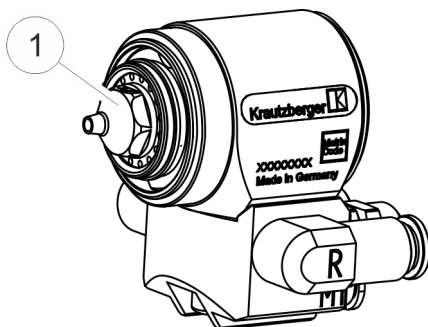

Fig. 18: Rimozione dell'ugello del materiale
3. ➔ Allentare e rimuovere l'ugello del materiale (Fig. 18/1) con una chiave a bussola (dimensione **SW14**).